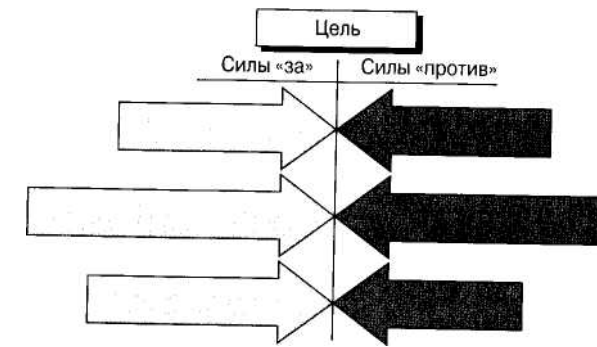

Рис. 12.6. Диаграмма поля сил
- 3). Оценить интенсивность каждой такой силы и обозначить ее стрелкой на диаграмме поля (см. рис. 12.6). Чем больше интенсивность силы, тем крупнее соответствующая стрелка на диаграмме.
Теперь, используя найденные контрмеры, добейтесь баланса сил. Наличие такого баланса облегчит проведение внедрения. Пример построения поля сил «за» и «против» дан на рис. 12.6.